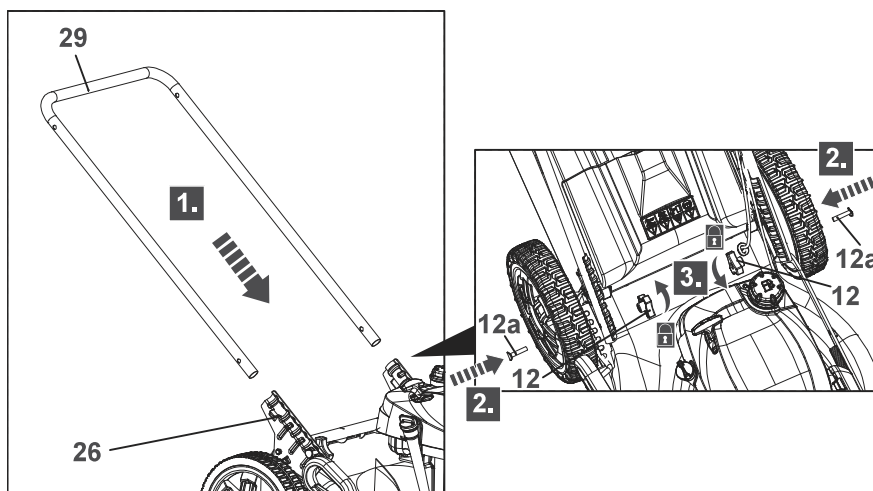

Fig. 1
2. Deslice la barra inferior del manillar (29) en los carriles de los dos soportes del manillar (26). Alinee los orificios de montaje de la barra inferior del manillar (29) con los soportes del manillar (26) (Fig. 1, paso 1).
3. Pase el perno de montaje (12a) a través de los orificios de montaje en el extremo (Fig. 1, paso 2).
4. Fije la barra inferior del manillar (29) con los soportes de manillar (26) girando el mando (12) hacia la derecha para apretar (Fig. 1, paso 3). Asegúrese de que el cable de freno (6), el cable de autopropulsión (7) y el cable de velocidad (8) pasan por la parte superior de la barra inferior del manillar (29).